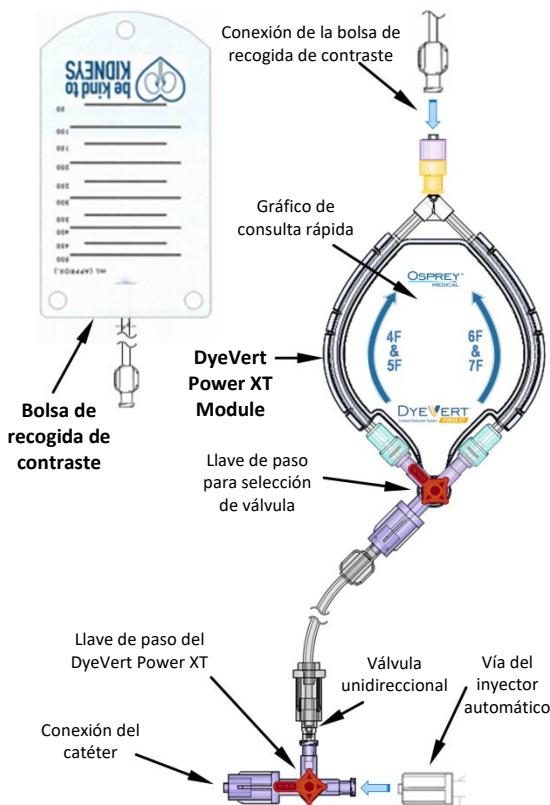
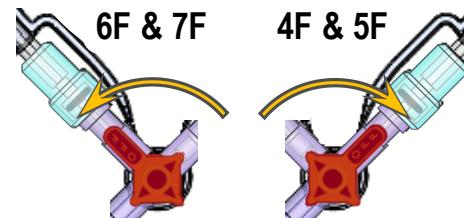

Figura 1. Montaje y componentes del dispositivo
Figura 4. Llave de paso para selección de válvula del DyeVert
- 3) Conecte el Luer hembra de la llave de paso del DyeVert Power XT al Luer macho situado en el extremo de la vía del inyector automático (consulte la figura 1).
- 4) Asegúrese de que la posición de cierre de la llave de paso del DyeVert Power XT esté orientada hacia la conexión del catéter y la posición de apertura, hacia la llave de paso para selección de válvula (consulte la figura 1).
- 8) Conecte la bolsa de recogida de contraste al acoplamiento Luer ubicado en el extremo distal del DyeVert Power XT (consulte la figura 1).
- c. En función del tamaño del catéter que se utilice para el procedimiento y de acuerdo con el flujo de líquido que aparece en la figura 1, oriente la llave de paso para selección de válvula hacia la posición correspondiente: "4F & 5F" o "6F & 7F" (consulte la figura 4).